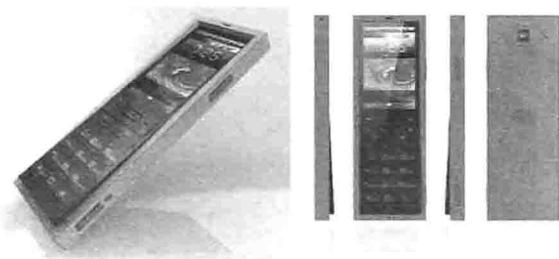

图 1-3 概念手机
② 概念手机。手机外形简洁，虽说看上去方方正正，但是薄薄的身材有点像巧克力。外壳完全采用橡胶材质，特点是在生活中能经受磕磕碰碰。而且还有个细微的特点，键盘和屏幕是有点倾斜的，据说更符合人体工程学。内置 400 百万像素的摄像头和一对立体声喇叭，如图 1-3 所示。